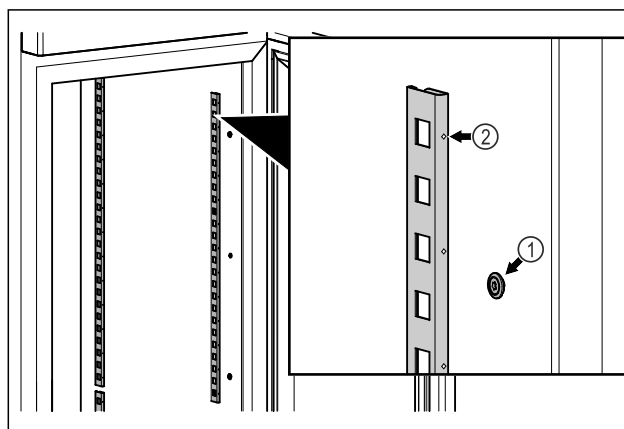

Fig. 54 Voorbeeld
- ▶ Vastzetstrips in de ophanging Fig. 54 (1) haken. Markering Fig. 54 (2) moet naar voren wijzen.